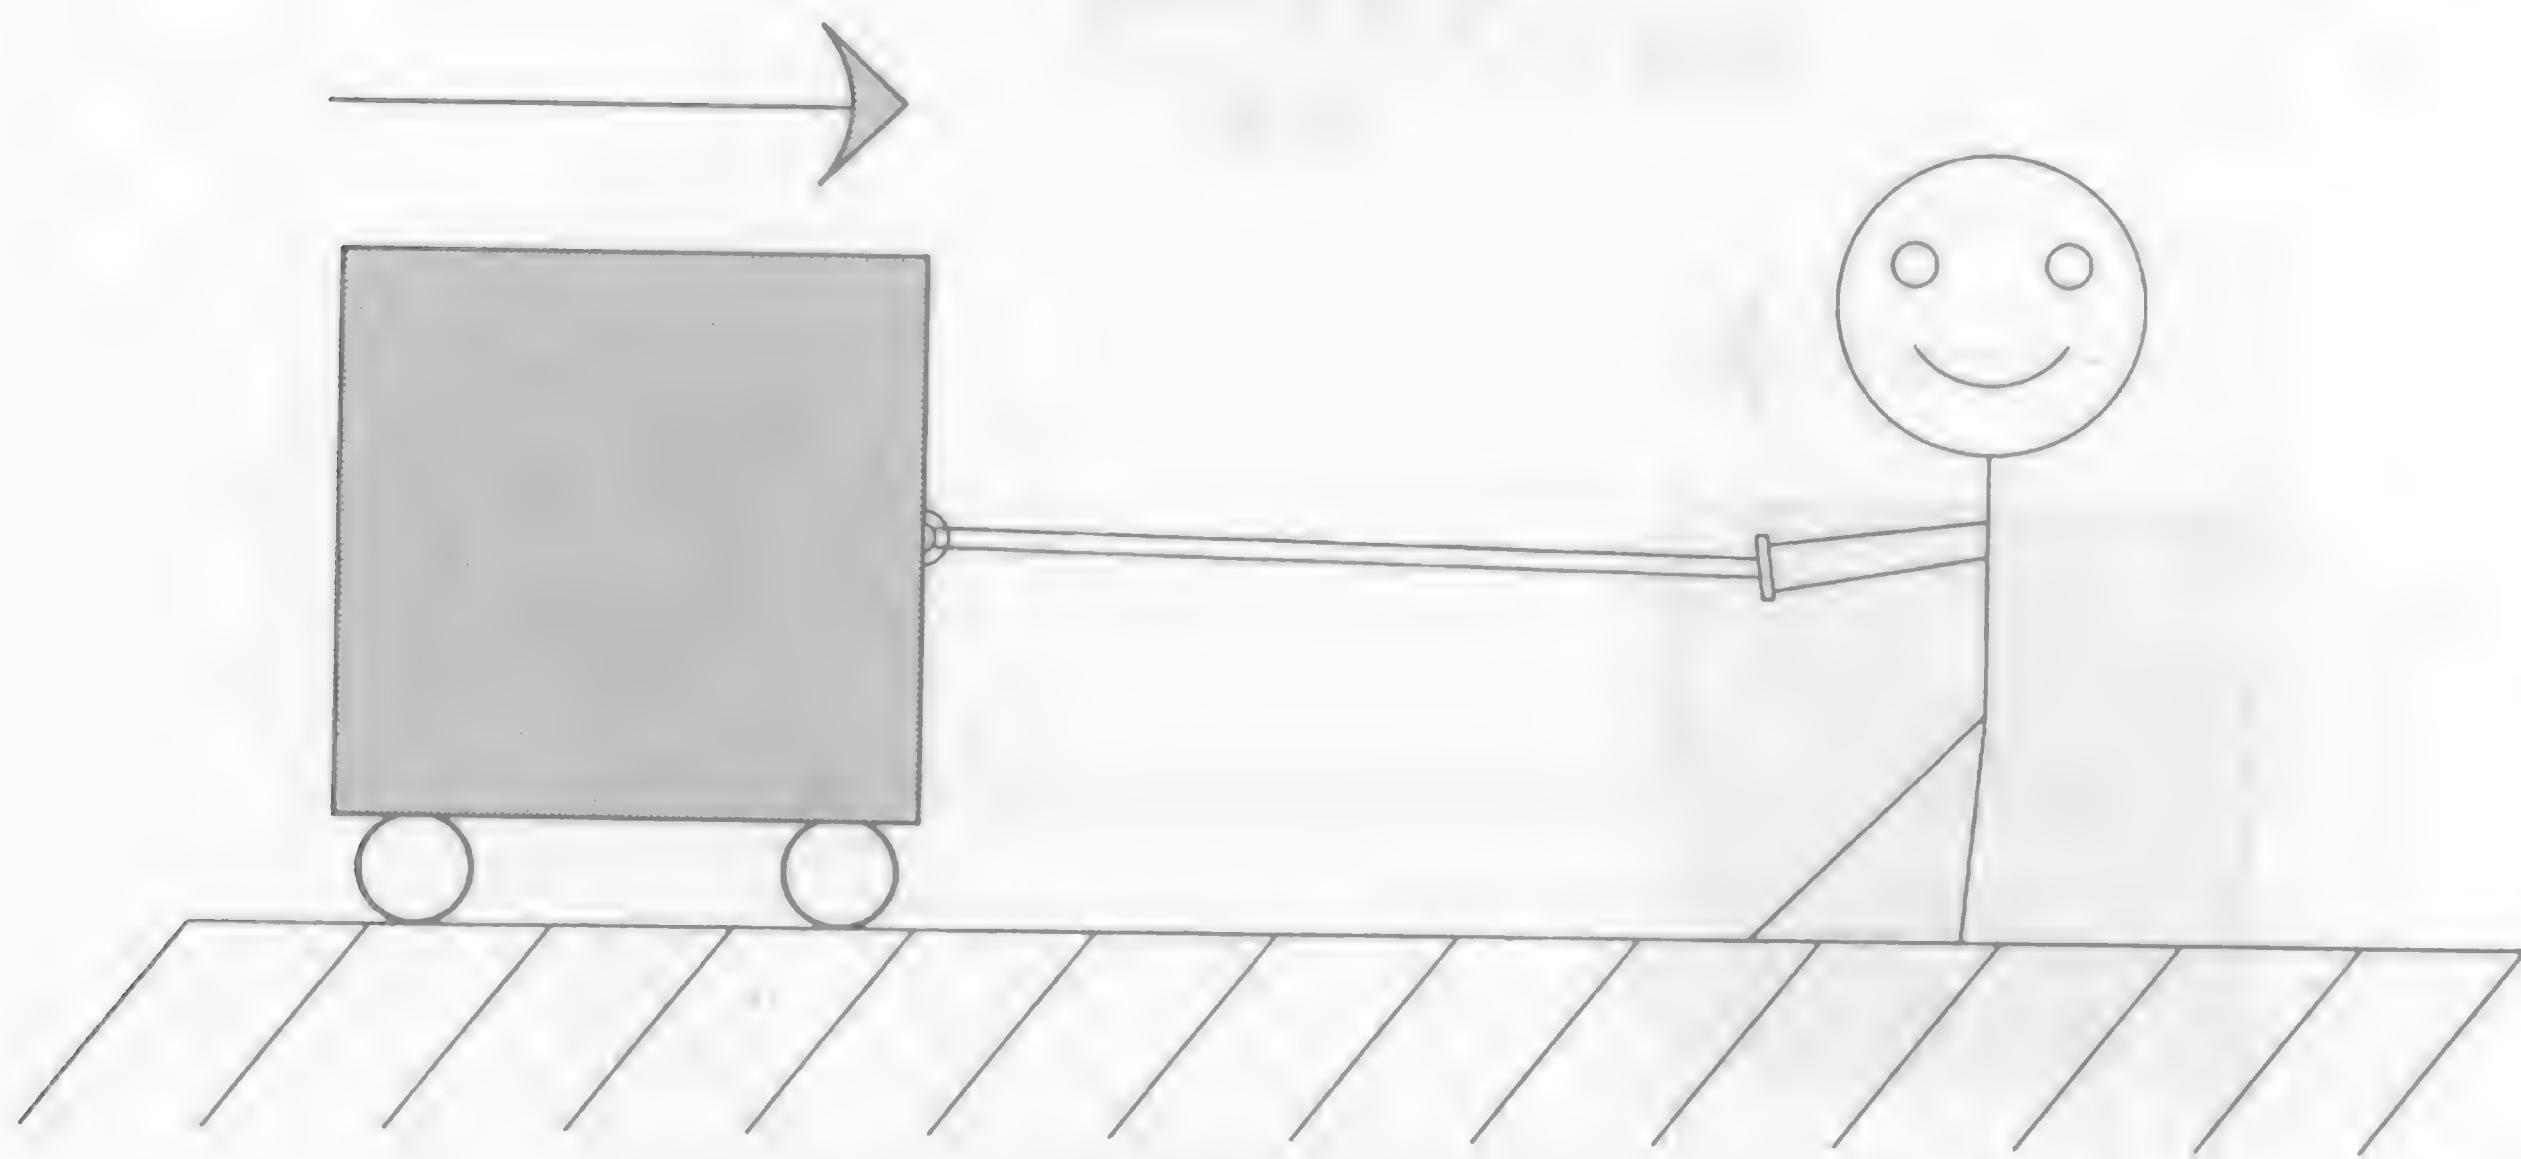

图1-1 阻尼阻碍箱子的移动
考虑一下，在粗糙的地板上拖动一个沉重的箱子时（如图1-1所示），会发生什么呢？系统的阻尼将阻碍箱子的运动。阻尼系数跟箱子的速度有关。移动箱子的速度越快，阻尼系数就越小。可以用下面的方程来表述^②